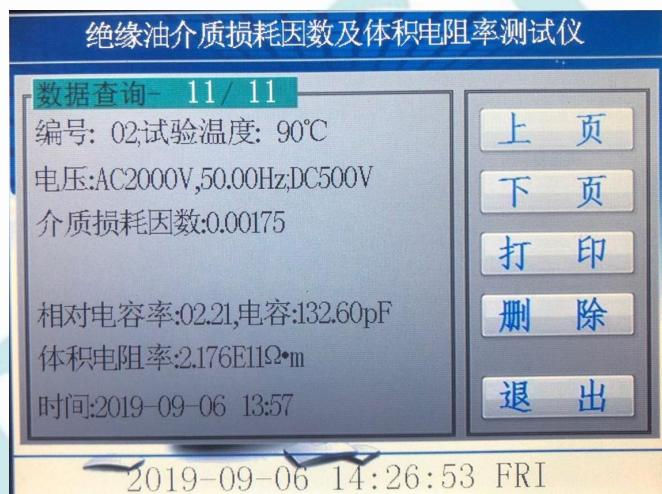

图 8
8、点击图 3 中的数据查询，进入图 8 界面，点击上页和下页进行翻阅，也可以点击打印，对数据进行打印；还可以点击删除键对数据进行删除，按退出键退回到主界面。